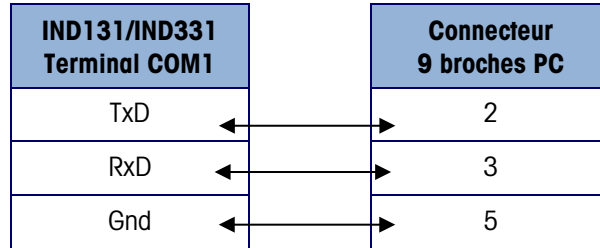

Figure 4-11 : Câblage série
5. Connectez le câble série configuré comme à la Figure 4-11 de l'ordinateur vers le terminal.